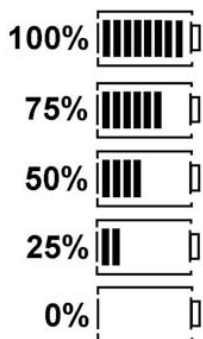

Fig. 6: Ladetilstand batterier
- 7 Symbol for TRMS (AC)
Den aktuelle ladetilstanden til batteriene vises alltid i LCD-displayet (fig. 5, pos. 5). Antall søyler viser ladetilstanden til batteriene i prosent (fig. 6).